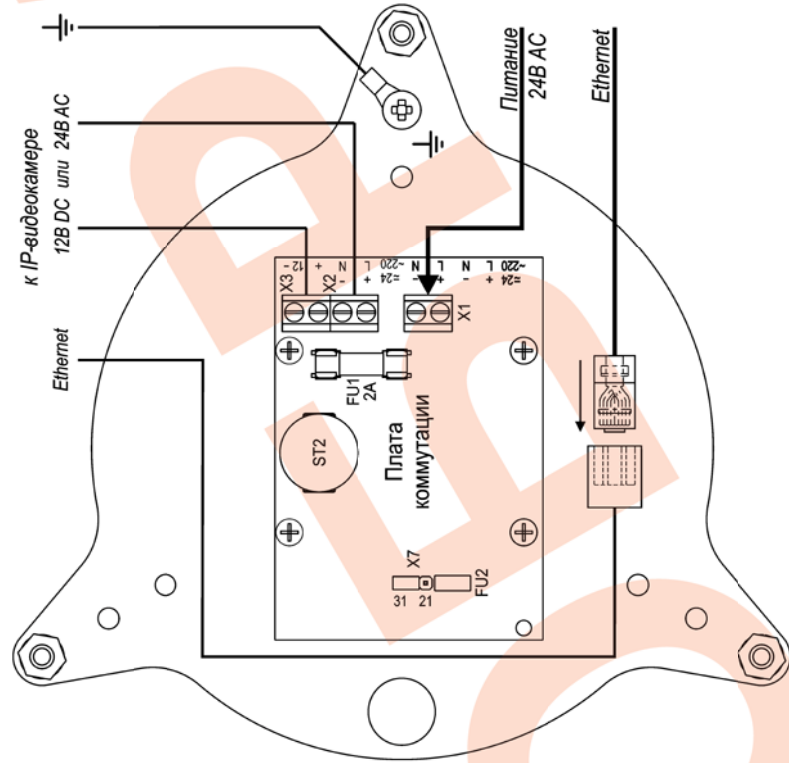

Рис.2 Подключение изделия
5. Продеть через гермовводы кабели. Кабель питания подключить к плате коммутации клеммы X1, кабель UTP кат. 5е (Ethernet) подключить к IP- видеокамере (рис.2).
* Предприятием изготовителем джампер Х7 установлен в положение «31» - что соответствует мощности обогрева 34 Вт, для изменения мощности на 23 Вт джампер Х7 необходимо переставить в положение «21» (см. рис.2).